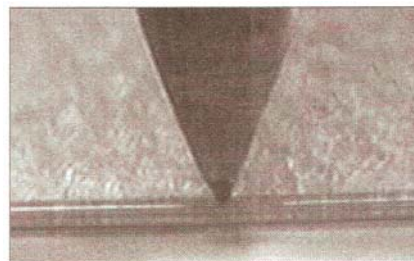

图 1. 切割工具的正确方式
- 1) 将管子放在平整清洁的表面上，使切割工具垂直于毛细管表面，如图 1。切割刀笔杆应该垂直于管孔。